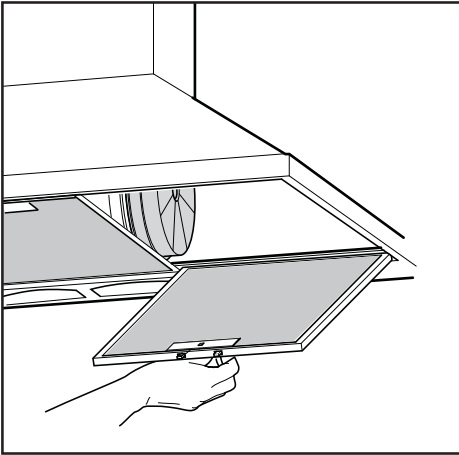

Fig.6
- Voordat u verder gaat met de montage dient u, om het apparaat makkelijker te kunnen verplaatsen, de antivetfilter(s) te verwijderen (Afb.6).
• La distance minimum entre la surface de support des récipients de cuisson sur le dispositif de cuisson et la partie la plus basse de la hotte pour cuisine doit être de 65 cm au moins. S'il doit être utilisé un tuyau de connection composé de deux ou plusieurs parties, la partie supérieure doit être à l'extérieur de celle inférieure. Ne pas relier le tuyau d'échappement de la hotte à un conduit dans lequel circule de l'air chaud ou employé pour évacuer les fumées des appareils alimentés par une énergie différente de celle électrique. En vue d'une manœuvrabilité de l'appareil plus facile, avant d'exécuter les opérations de montage, déconnecter le filtre/les filtres anti-graisse (Fig.6). S'il s'agit d'une hotte aspirante, il faudra prévoir une ouverture pour l'évacuation de l'air.